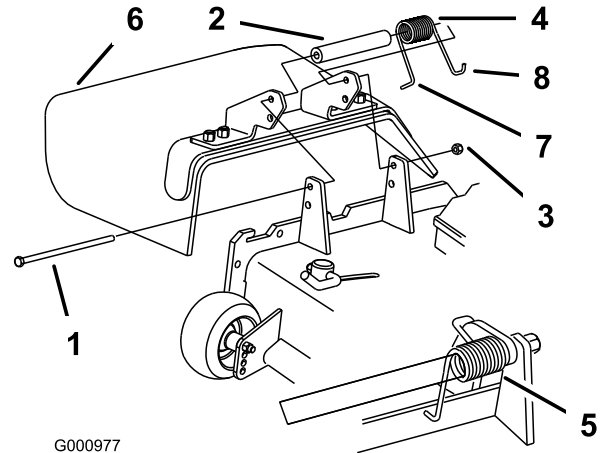

Figura 89
3. Instale el perno y la tuerca. Coloque el extremo en J del muelle alrededor del deflector de hierba (Figura 89).
1. Retire la contratuerca, el perno, el muelle y el espaciador que sujetan el deflector a los soportes de pivote (Figura 89). Retire el deflector de hierba dañado o desgastado.
Nota: Asegúrese de colocar el extremo en L del muelle detrás del reborde de la carcasa antes de instalar el perno, según se muestra en Figura 89.